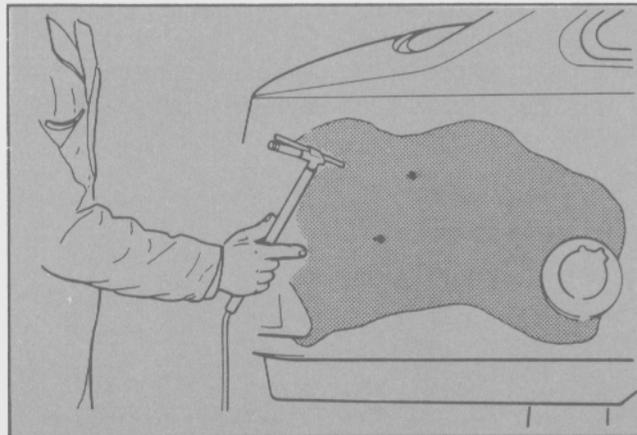

Fig. 22
- Para igualar las tensiones en el panel reparado, se aplica la herramienta de estirado con electrodos en las zonas pertinentes y se calienta el panel para introducirlo (Fig. 22).